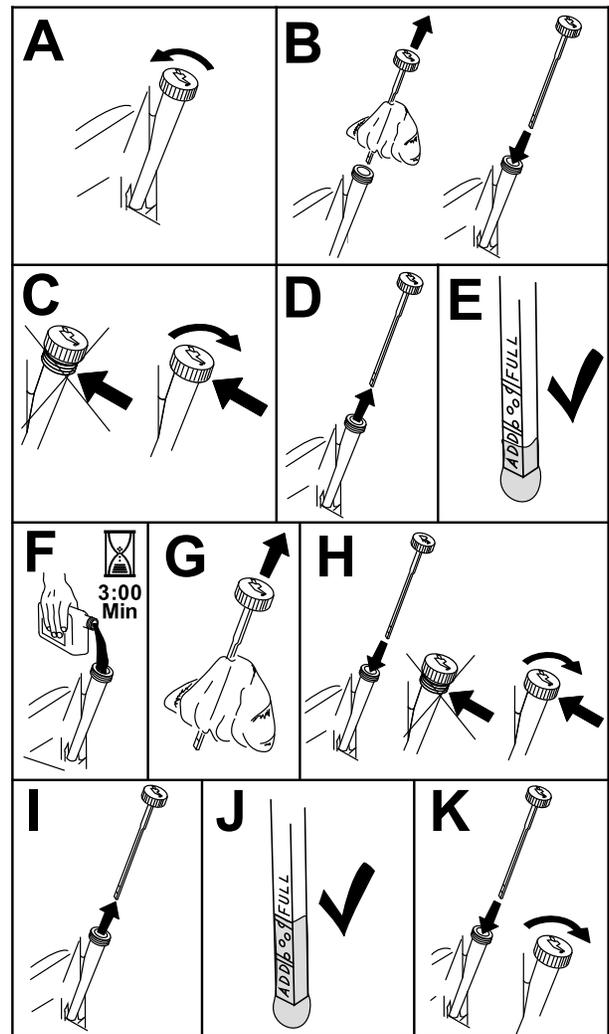

Bild 40
3. Reinigen Sie den Bereich um den Öfüllstutzendeckel bzw. den Peilstab vor dem Abnehmen, damit kein Schmutz oder Schnittgut usw. in den Motor gelangt (Bild 40).